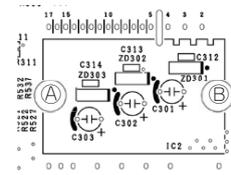

図6. 推奨締付トルクおよびパワトラ (IC2) 締付位置
- 8) 新しい基板のパワトラ（IC2）、ダイオード（D801）、トランジスタ（Q802）の取付け用ねじを締付け（各推奨締付トルクは図6参照）、端子およびコネクタを元の状態に接続してください。コネクタ接続後、**半挿しが無い事**を確認してください。制御面を閉じる際に配線の噛み込みがない様に注意してください。配線が損傷し、ショートや火災の原因になります。